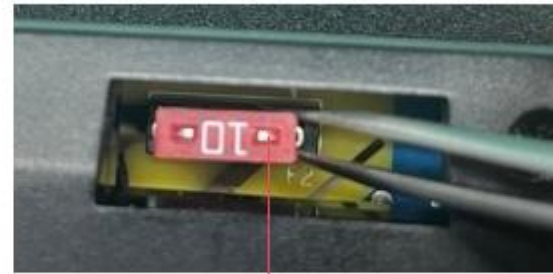

图 8-24 打开保险丝保护盖
2. 使用一字螺丝刀将示波器背面保险丝保护盖垂直翘起，如图 8-24